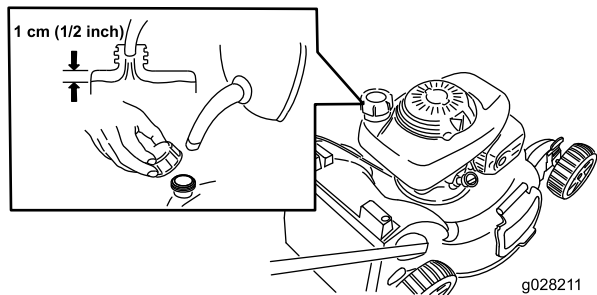

Figure 15
1. Nettoyez la surface autour du bouchon du réservoir de carburant et enlevez le bouchon (Figure 15).